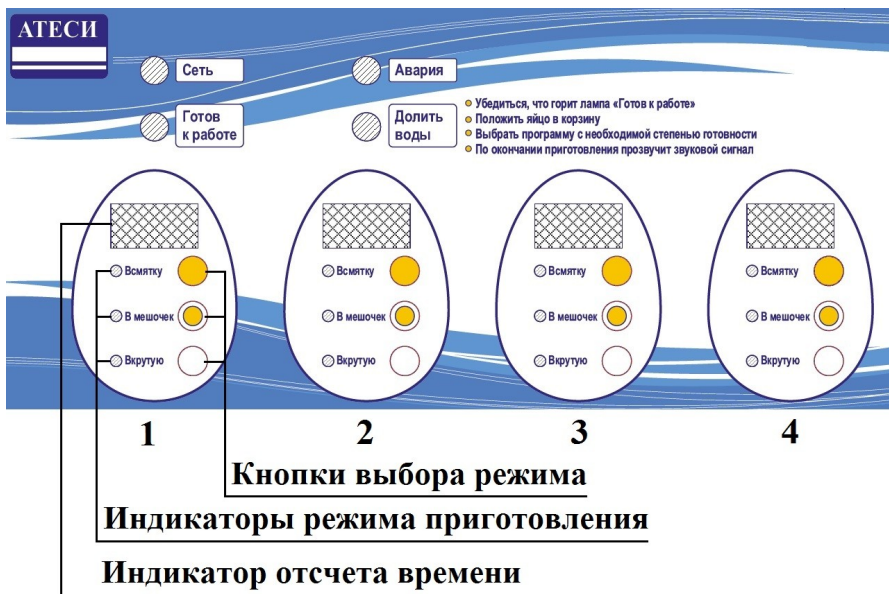

Рис.2 Панель управления.
- 2 — Панель управления (Рис.2)